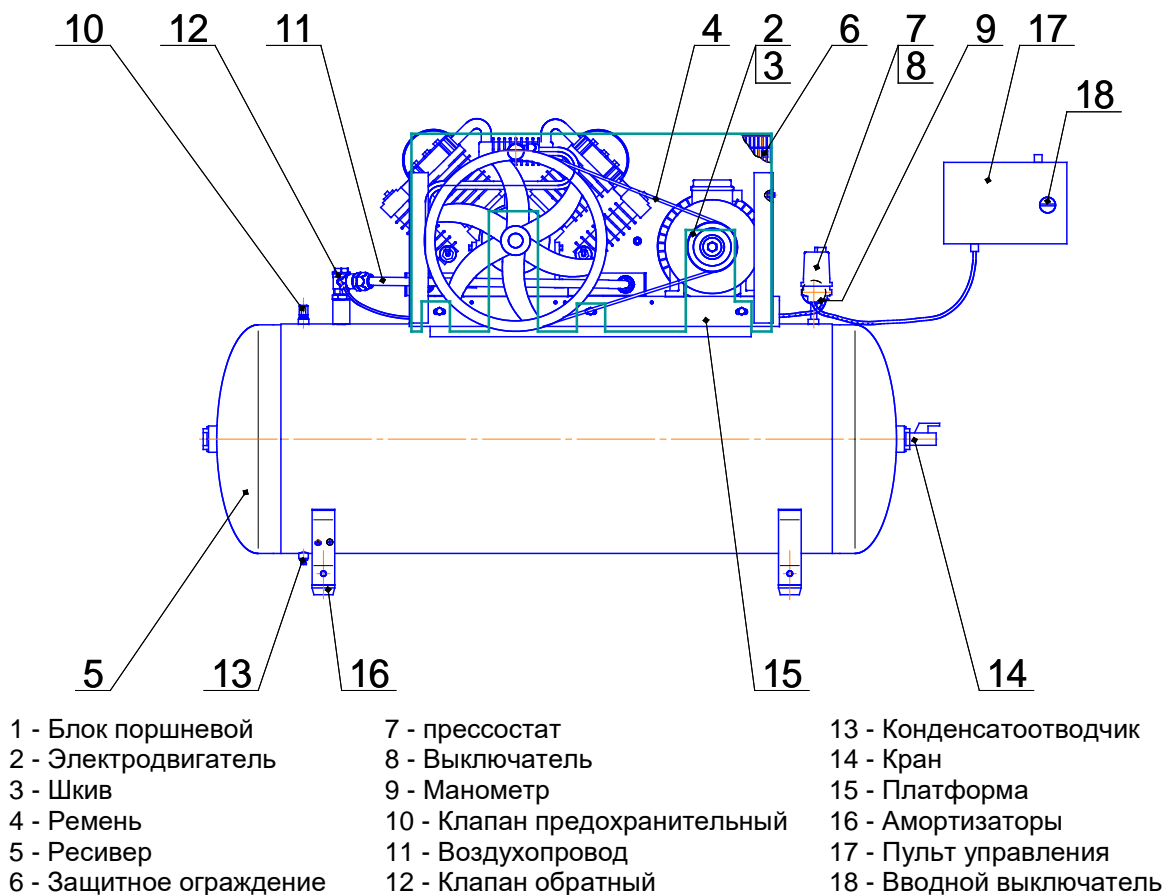

Рисунок 4 - Общий вид компрессора СБ4/Φ-500.LT100/16, СБ4/Φ-500.LT100-11,0
- 17 - **Пульт управления** представляет собой короб закрытого типа с установленной платой, на которой смонтирована пускорегулирующая аппаратура и устройства защиты. Вводной выключатель поз. 18 (см. рисунок 4) предназначен для включения питания компрессора.